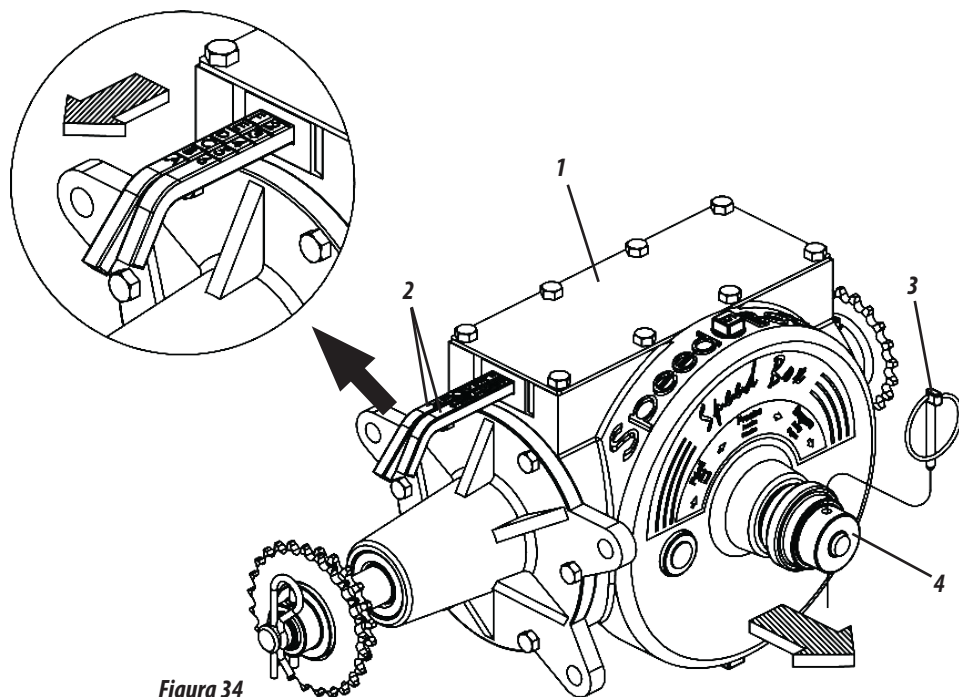

Figura 34
SPEED BOX (FIGURA 34)
- 1- Seleccione la cantidad deseada en las Tablas y verifique la combinación correspondiente en las palancas (2). Ejemplo: Posición **F2** en la tabla, indica que la palanca con letras debe estar en la posición "**F**" y la palanca con números debe estar en la posición "**2**", **como se muestra en la Figura 34.**